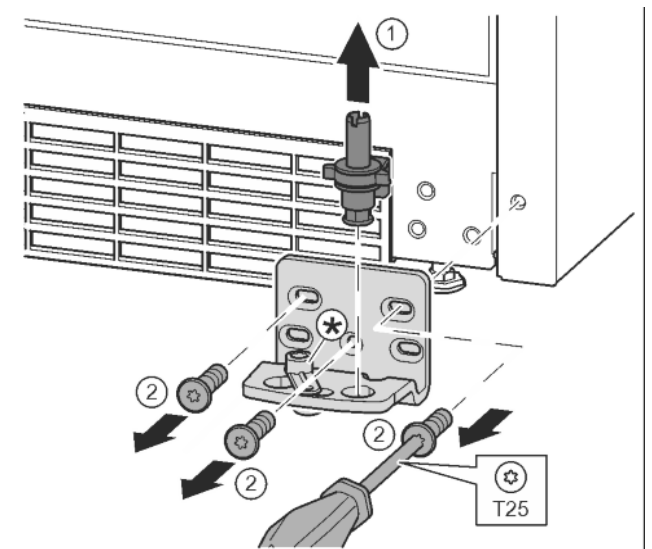

Fig. 17
- ▶ Lagerbolzen komplett nach oben herausziehen. Fig. 17 (1)
- ▶ Schrauben mit Schraubendreher T25 herausdrehen und Lagerbock abnehmen Fig. 17 (2)